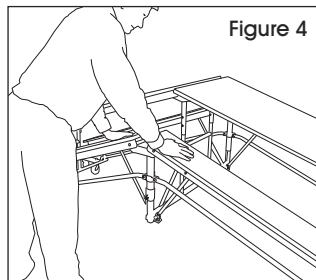

Figure 4
- Avec les mains sur le dessus des bancs, poussez vers le sol jusqu'à ce que le loquet de position basse se verrouille automatiquement. La table est prête à être utilisée. (Voir Figure 4)